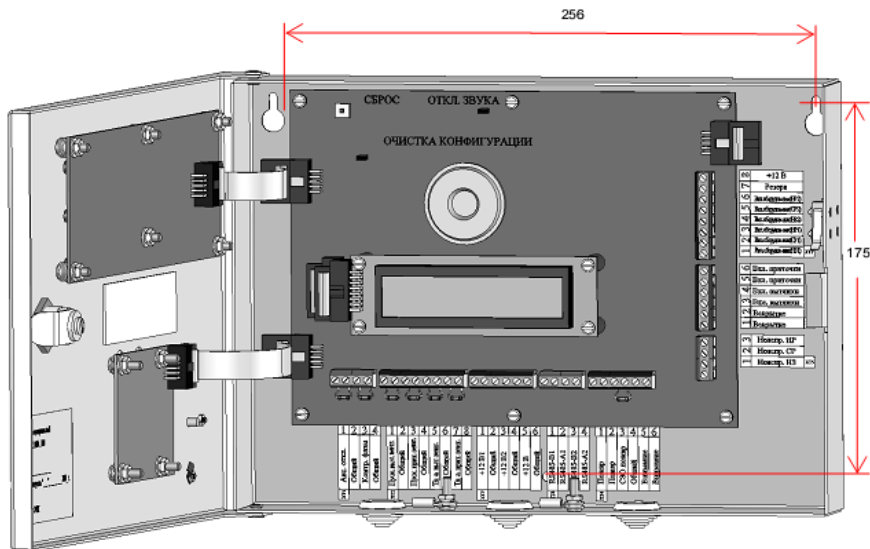

Рис.3.1 Прибор центральный ЮЛГ 3.001.100
3.1.1. Конструктивно прибор ЦП выполнен в виде законченной конструкции и состоит из корпуса и лицевой панели (см. Рис. 3.1,3.2).